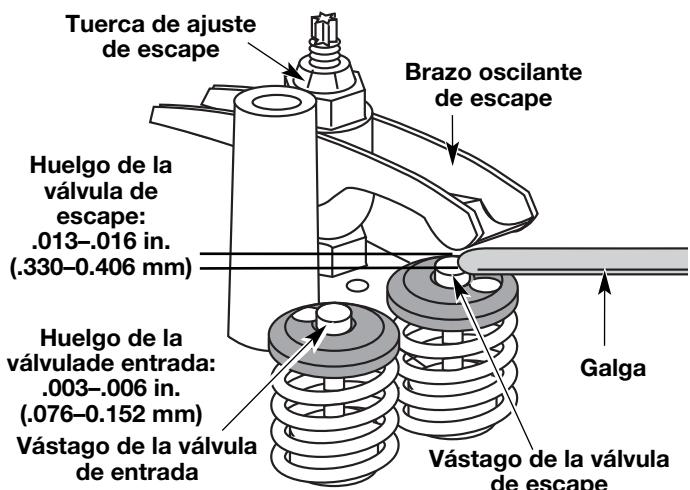

Fig. 38
a. Gire la tuerca de ajuste con una llave de 5/16 pulgadas (8 mm) o una guía de tuercas (Fig. 38).